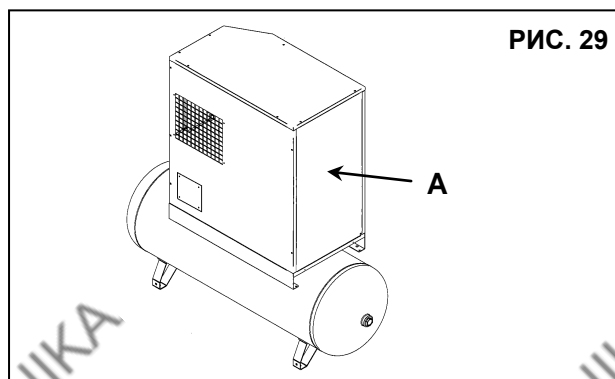

РИС. 29
- Снимите защитное устройство (кожух машины), поз. А, рис. 29.
- Установите стационарное защитное устройство с помощью предохранительных винтов (поз. А, Рис. 29).